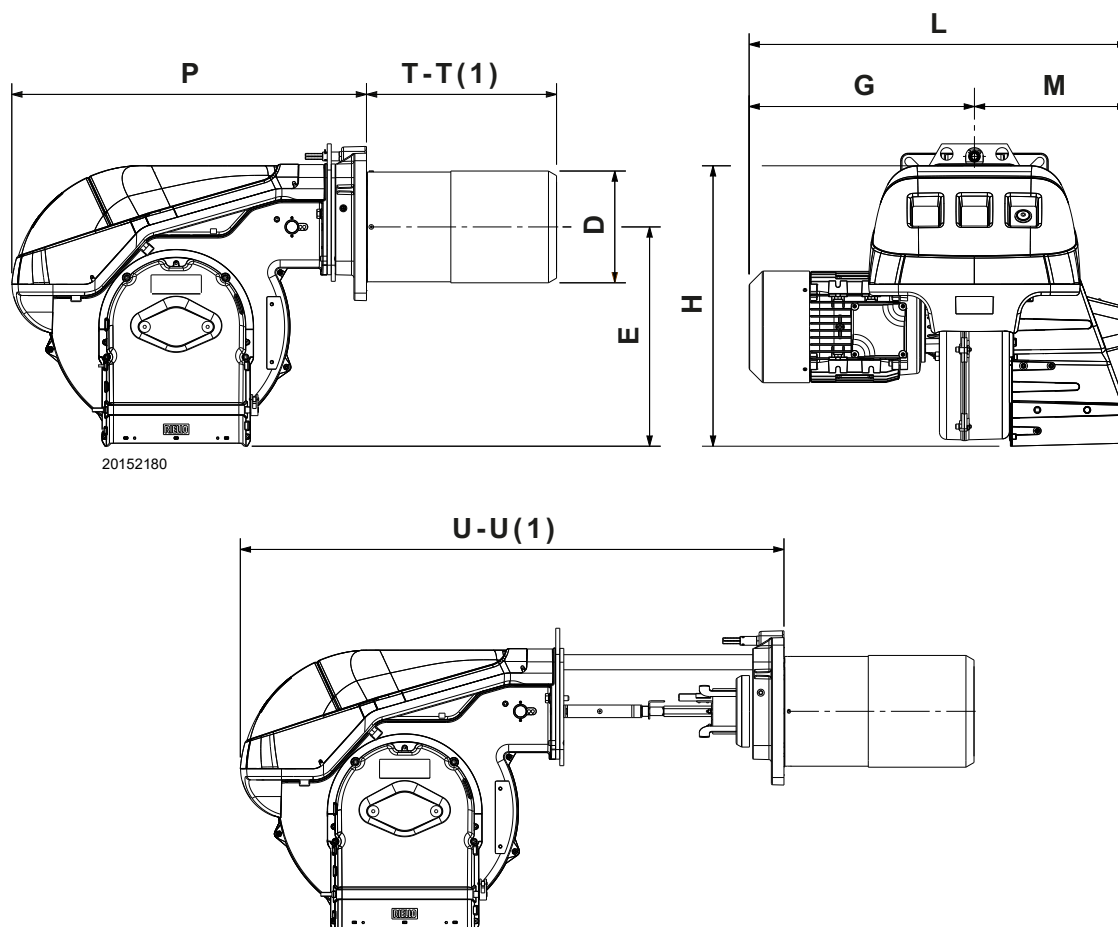

Fig. 2
4.3.1 Dimensões Máximas (Fig. 2) - medidas aproximadas
As dimensões máximas do queimador são indicadas em Fig. 2. Ter em conta que para inspeccionar o cabeçal de combustão, o queimador deve ser aberto deslocando a parte posterior pelas guias.